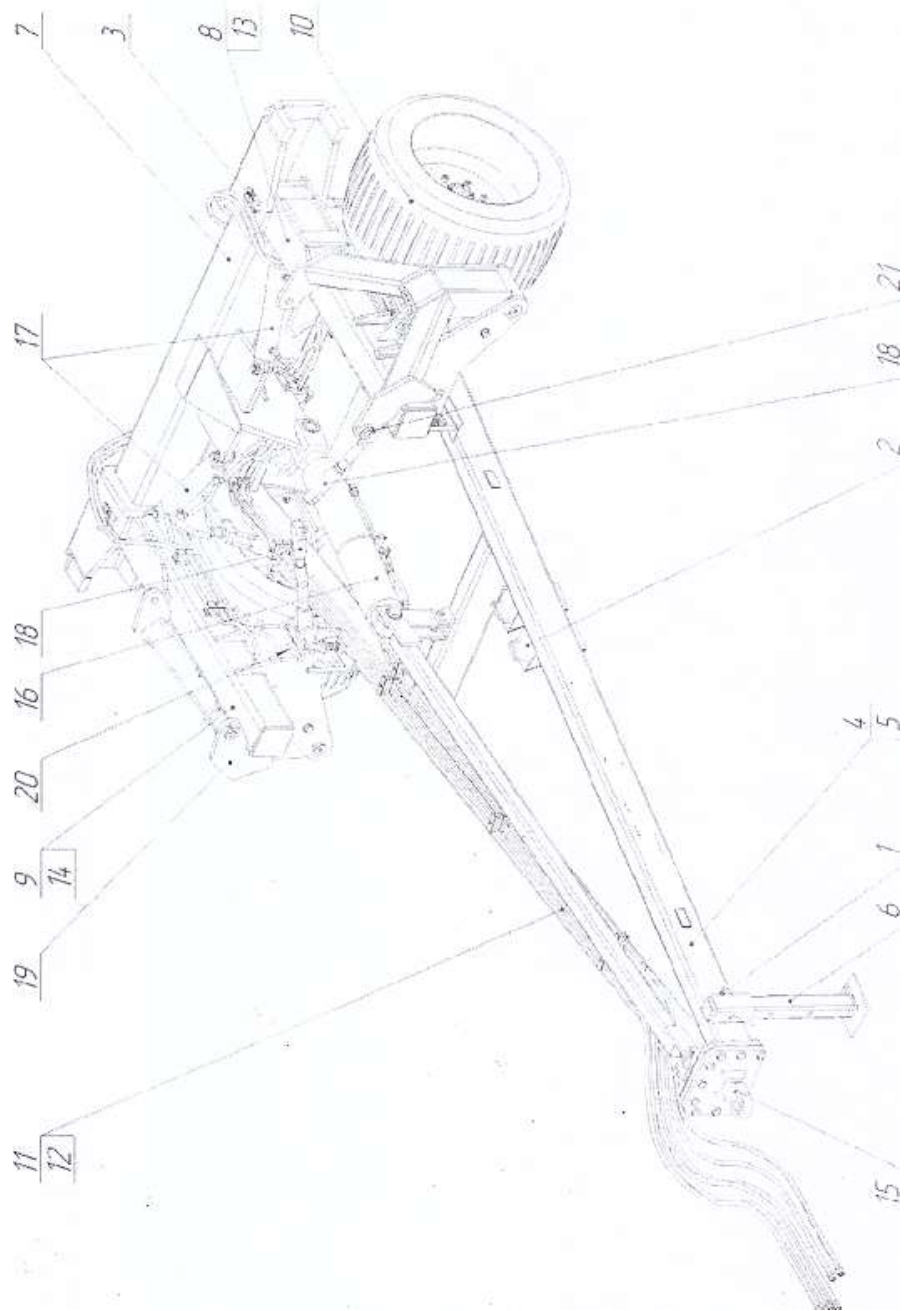

Рисунок 1 - Сложенное транспортное положение СН
Примечание - смотрите рис. 1.
2.2.1 Основным установочным и скрепляющим узлом СН является остов 4(5) (см. рис. 1). Прицепное устройство (серьга 15) расположено в передней части остова. Снизу к остову 4(5) крепится с помощью фланцев шасси 10. Сверху на остов крепится балка средняя 7, имеющая возможность вращаться на  $-90^\circ$  в вертикальной плоскости. Поворот в вертикальной плоскости обеспечивается гидроцилиндром 16, также установленным на остова 4(5). С левого и правого торцов балки средней 7 установлены соответственно крыло левое в сборе 8(13) и крыло правое в сборе 9 (14). Крылья с помощью цилиндров 17 имеют возможность поворачиваться на  $-90^\circ$ , выстраиваясь в прямую линию вместе со средней балкой. Для агрегатирования культиваторов на крыльях предусмотрены талреп 18, навеска 19 и шайбы 21. Вылет навески 19 регулируется цилиндром 20, который при работе обеспечивает копирование рельефа.
- сложенное транспортное положение (рис. 1).
- гидроцилиндрами 17 повернуть крылья СН. При работе с бороной дисковой необходимо следить за соударением прикатчиков и, при необходимости, разводить бороны в стороны цилиндрами навески 20 (рис. 1). **Невыполнение приводит к разрушению**
### 2.3.2.2 Складывание в транспортное положение (рисунок 1):
3.2.1 Подвести трактор задним ходом к серьге 15 (рисунок 1) и сцепить СН с трактором. Поднять стойку 6 вверх.
3.2.9 Работа начинается с плавного набора необходимой скорости (см. табл. 1, 2) и одновременного заглубления рабочих органов навешиваемых агрегатов (в зависимости от вида). В конце гонки необходимо выглубить гидроцилиндрами 20 (см. рис. 1) бороны из почвы и развернуться на следующую гонку.
4.1 Все работы по техническому обслуживанию МІХ необходимо производить либо без агрегатированных на СН борон, либо с боронами, но в рабочем (разложенном) положении, на ровной площадке с установленными под колеса СН противооткатами 2 и установленной в стояночное положение опорой 6 (рис. 1).